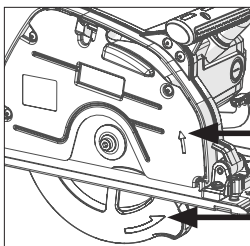

Fig. 6
- Sätt in det (nya) bladet. Se till att riktningen på roteringspilarna som är tryckta på bladet matchar riktningen på roteringspilarna som finns på maskinens övre och nedre bladskydd. **(Fig.6).**